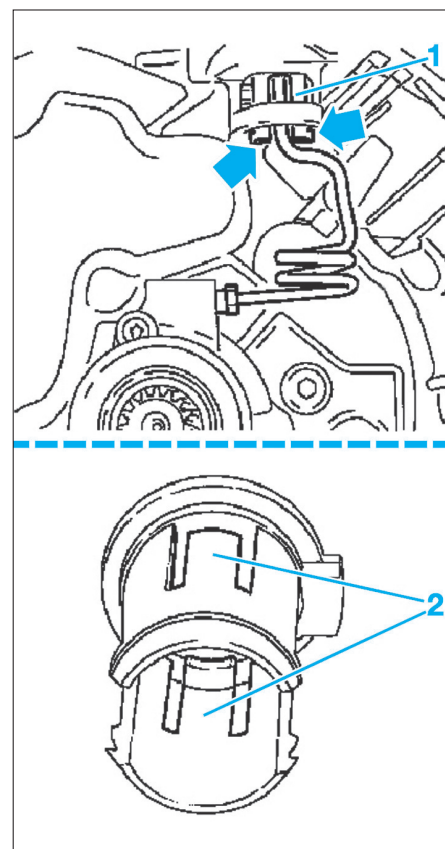

Fig. 8
- Déverrouiller la douille (1) de la canalisation hydraulique sur le carter d'embrayage (flèches) (Fig.8).
- Dévisser quelque peu la douille puis la déposer en déverrouillant avec précaution les 2 ergots (2).